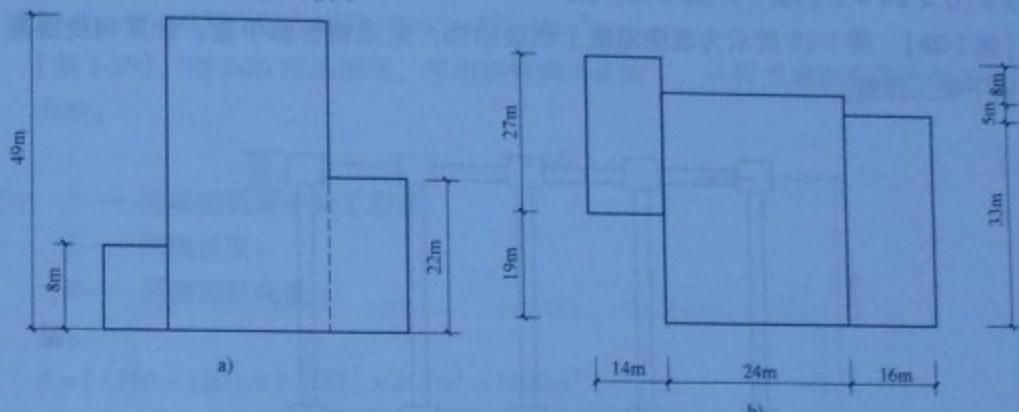

图 1-26 计算外墙脚手架工程量示意图
**【例 1-26】** 根据图 1-26 所示尺寸、计算建筑物外墙脚手架工程量。